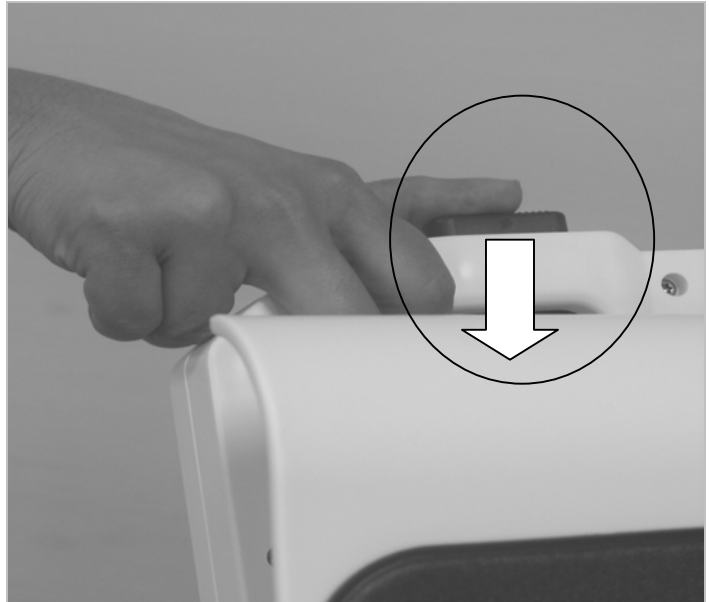

Bild 9
1. Die Antriebseinheit entriegeln, indem der rote Druckknopf am oberen Ende des Antriebs nach unten gedrückt wird (Bild9).
2. Den Antrieb nach unten zur Sitzfläche hin einklappen, während der rote Druckknopf immer noch gedrückt wird. Benutzen Sie zum Halten die Griffe an der Antriebseinheit (Bild 9+10).